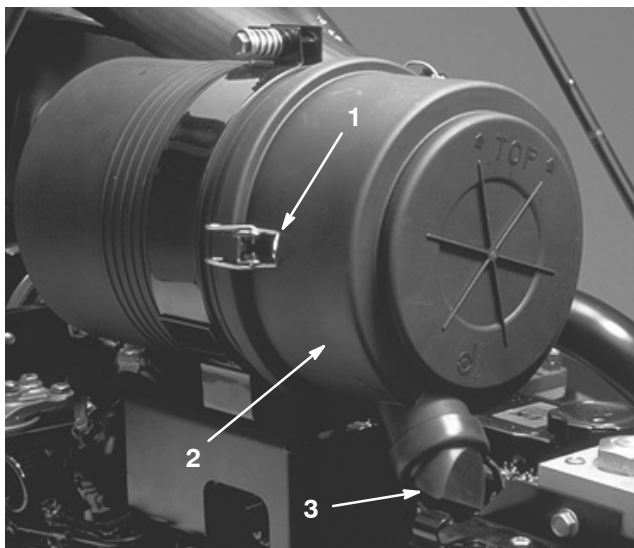

Figure 45
1. Desserrez les verrous de fixation du couvercle sur le corps du filtre à air (Fig. 45).
2. Déposez le couvercle du filtre à air (Fig. 45). Avant de déposer le filtre, éliminez les gros dépôts entre l'extérieur du filtre et la cartouche à l'air comprimé basse pression (276 kPa ou 40 psi) propre et sec. N'utilisez pas d'air comprimé haute pression car vous pourriez forcer les saletés à travers le filtre et dans la voie d'admission. Cette procédure de nettoyage évite que des débris aboutissent dans l'admission après le retrait du filtre.
4. Nettoyez l'orifice d'éjection des saletés situé dans le couvercle amovible. Retirez la valve de sortie en caoutchouc (Fig. 45) du couvercle, nettoyez la cavité et remettez la valve en place.